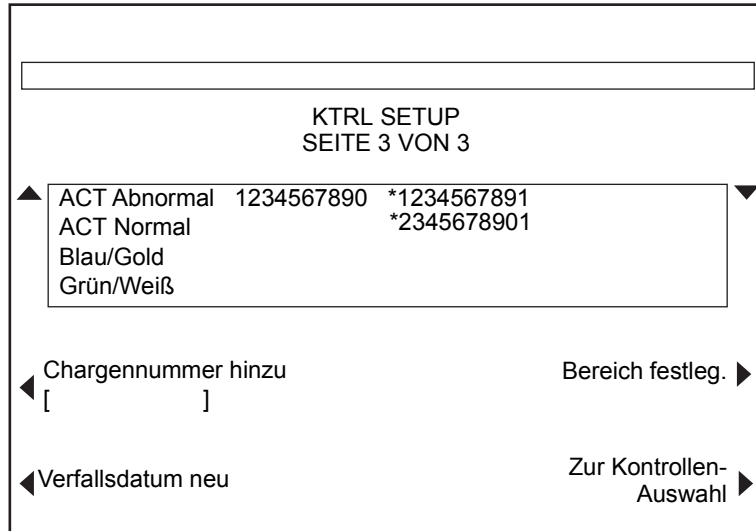

Abbildung 3-16. Bildschirm KONTROLLCHARGE/VERFALLSDATUM, nachdem „Chg/VerfDat neu“ gedrückt wurde
5. **Chg/VerfDat neu** – Wenn Sie diese Taste drücken, erscheint eine Gruppe von Funktionstasten zum Bearbeiten der Chargennummer und/oder des Verfallsdatums der ausgewählten Kontrolle. Abbildung 3-16 zeigt das Aussehen dieses Bildschirms. Diese Funktionstasten werden im Folgenden erklärt.
Wird die Taste **Chg/VerfDat neu** gedrückt, erscheint der in Abbildung 3-16 dargestellte Bildschirm KTRL SETUP.